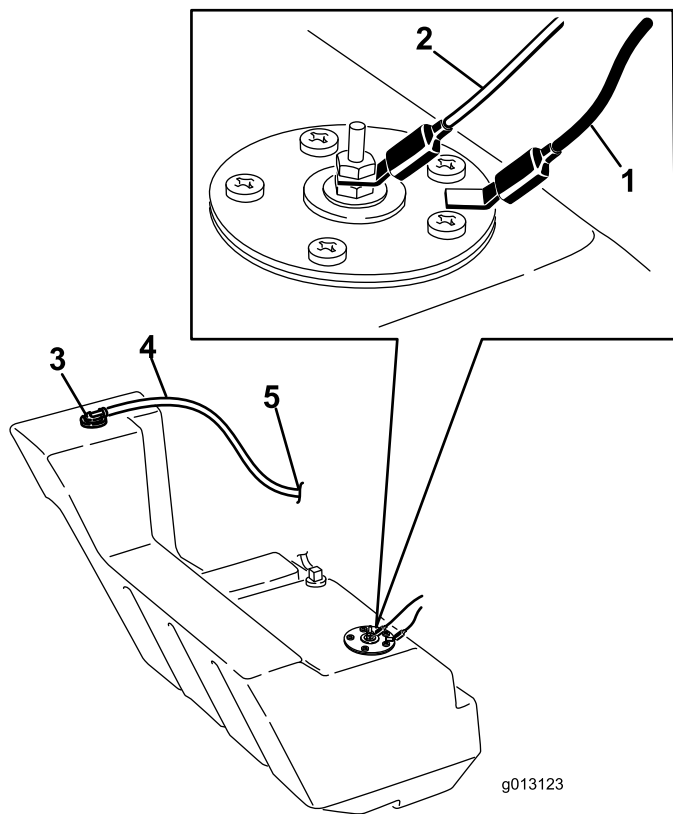

Figure 65
12. Débranchez les 2 fils reliés au côté droit du réservoir (Figure 65).
21. Sur le côté droit du réservoir, raccordez le fil orange à la borne centrale et le fil noir à la borne extérieure (Figure 65).